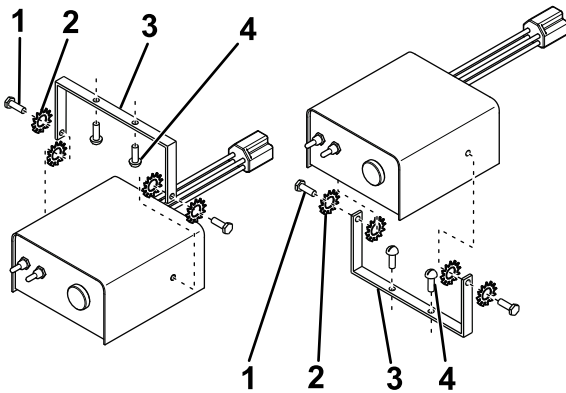

Bild 14
1. Bringen Sie den Haltebügel mit zwei Blechschrauben am Fahrzeug an (Bild 14).
2. Befestigen Sie das Steuergerät mit vier Zahnscheiben und zwei Schrauben (1/4") an der Befestigungshalterung, wie in Bild 14 dargestellt.